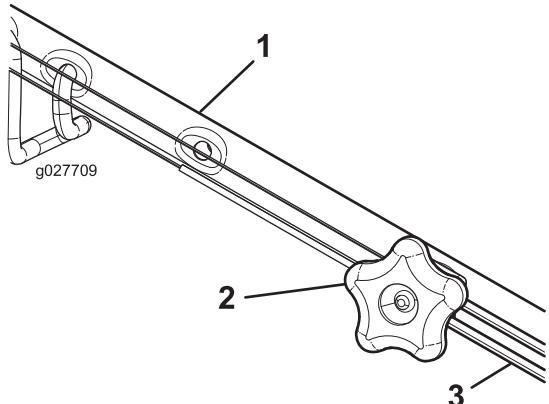

Figura 38
1. Gire el pomo de ajuste en sentido antihorario para aflojar el cable (Figura 38).
2. Ajuste la tensión del cable (Figura 38) tirando del mismo hacia atrás o empujándolo hacia adelante, y sujetelo en esa posición.